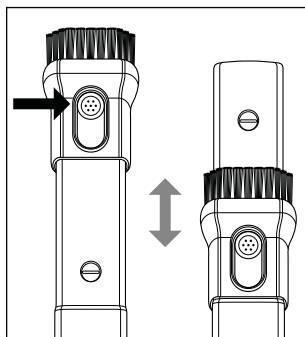

Fig. 3
- ◆ Para ajustar la boquilla de aspiración 2 en 1 **12**, mantenga pulsado el botón de la boquilla con cepillo. Desplace la boquilla con cepillo hacia delante si desea utilizarla. Desplace la boquilla con cepillo hacia atrás si desea utilizar la boquilla para juntas (consulte la fig. 3).